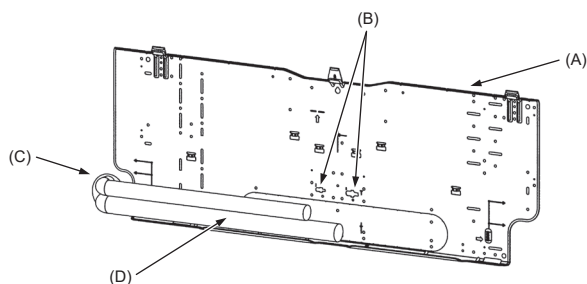

Fig. 3-5
3.3. Ved innlegging av rør i vegg (Fig. 3-5)
- (A) Festeboard (1)
- (B) Referansemerking for konisk tilkobling
- (C) Gjennom hullet
- (D) Rørøpplegg på stedet